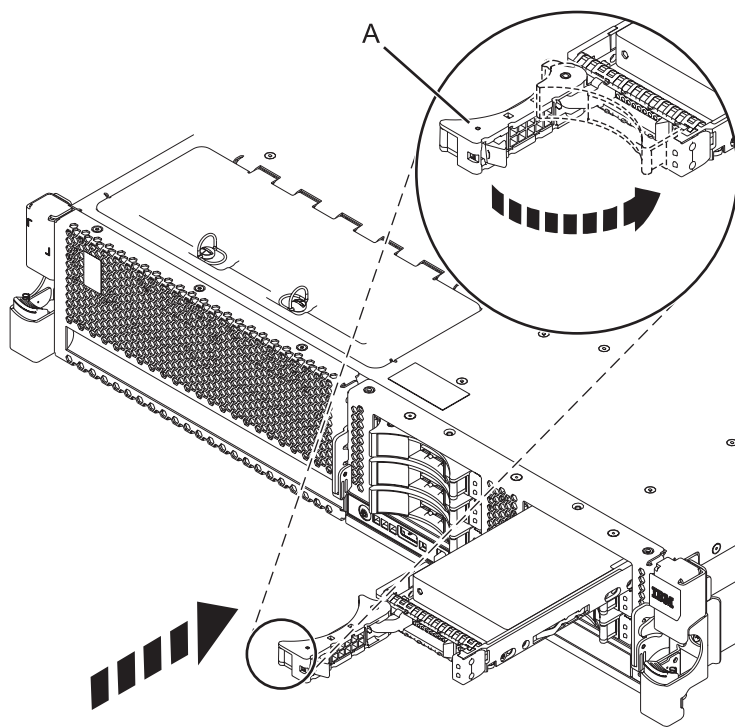

Figura 6. Instalación de la unidad en el sistema
4. Deslice la unidad hasta el fondo del sistema o unidad de expansión y empuje el asa de la unidad (A) hasta que quede encajada, como se muestra en Figura 6.